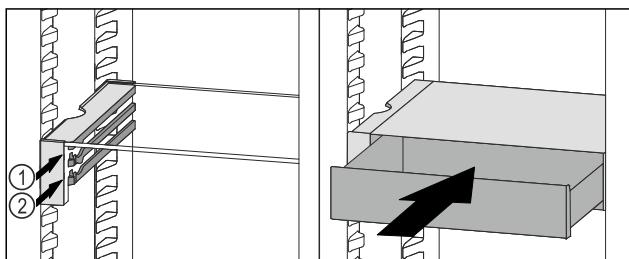

Fig. 111
- VarioSafe-Schubfach hinter den Stopfern auf gewünschter Rippe Fig. 111 (1) oder Fig. 111 (2) aufsetzen.